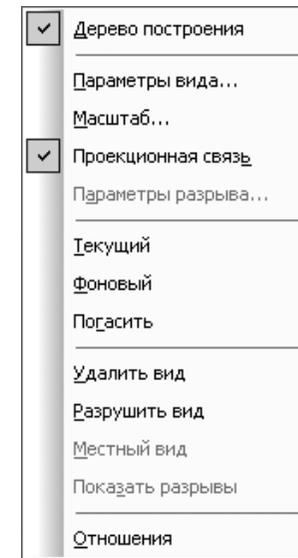

Рис. 3.111. Контекстное меню выбранного пункта проекционного вида в окне **Дерево построения**
- щелкните в окне **Дерево построения** правой кнопкой мыши по пункту **Проекционный вид 3**. Появится контекстное меню (см. рис. 3.111).